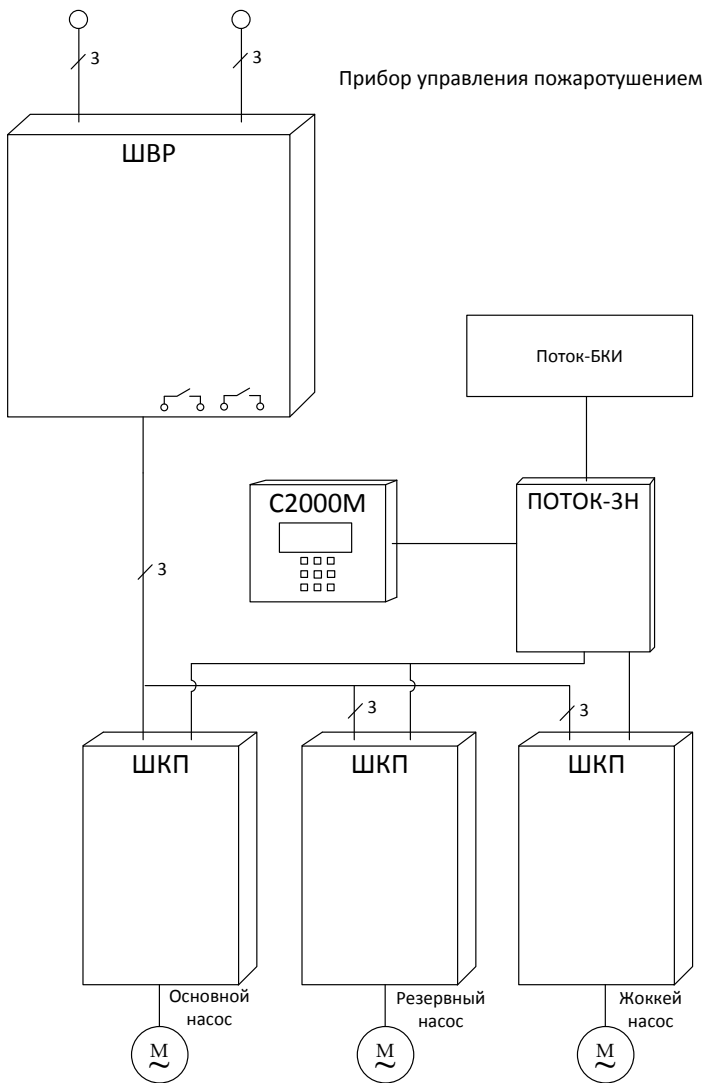

Рисунок 1. Схема питания ШКП в составе ППУ.
1.2.1 Питание ШКП и ППУ осуществляется от источника трёхфазной (однофазной) в случае подключения однофазной нагрузки) сети переменного тока 380 (220) В. через шкаф ввода резерва «ШВР-30» (см. рис. 1), который имеет два ввода. «ШВР-30» обеспечивает автоматическое переключение с основного ввода на резервный при пропадании на основном вводе, и обратно.